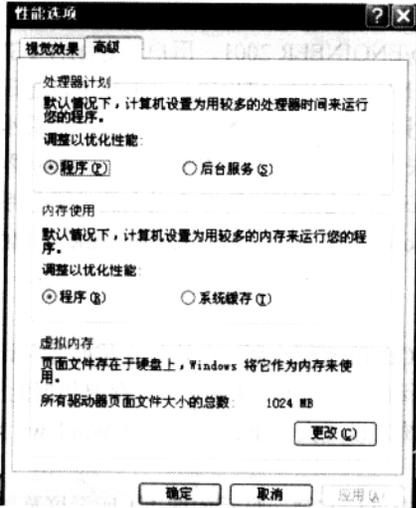

图 1-3 “性能选项”对话框
(3) 在“高级”选项卡中，单击性能的“设置”按钮，显示如图 1-3 所示的“性能选项”